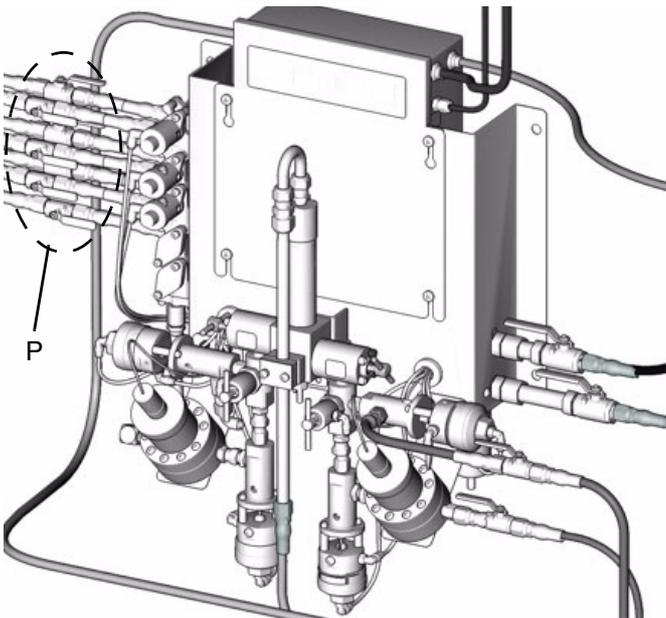

FIG. 6
Para reducir el riesgo de lesiones, incluyendo la inyección de fluido, es necesario instalar una válvula de cierre (P) entre cada línea de suministro de fluido y el conjunto del colector de fluido. FIG. 6. Utilice las válvulas para cerrar el paso de fluido durante las operaciones de mantenimiento y servicio.